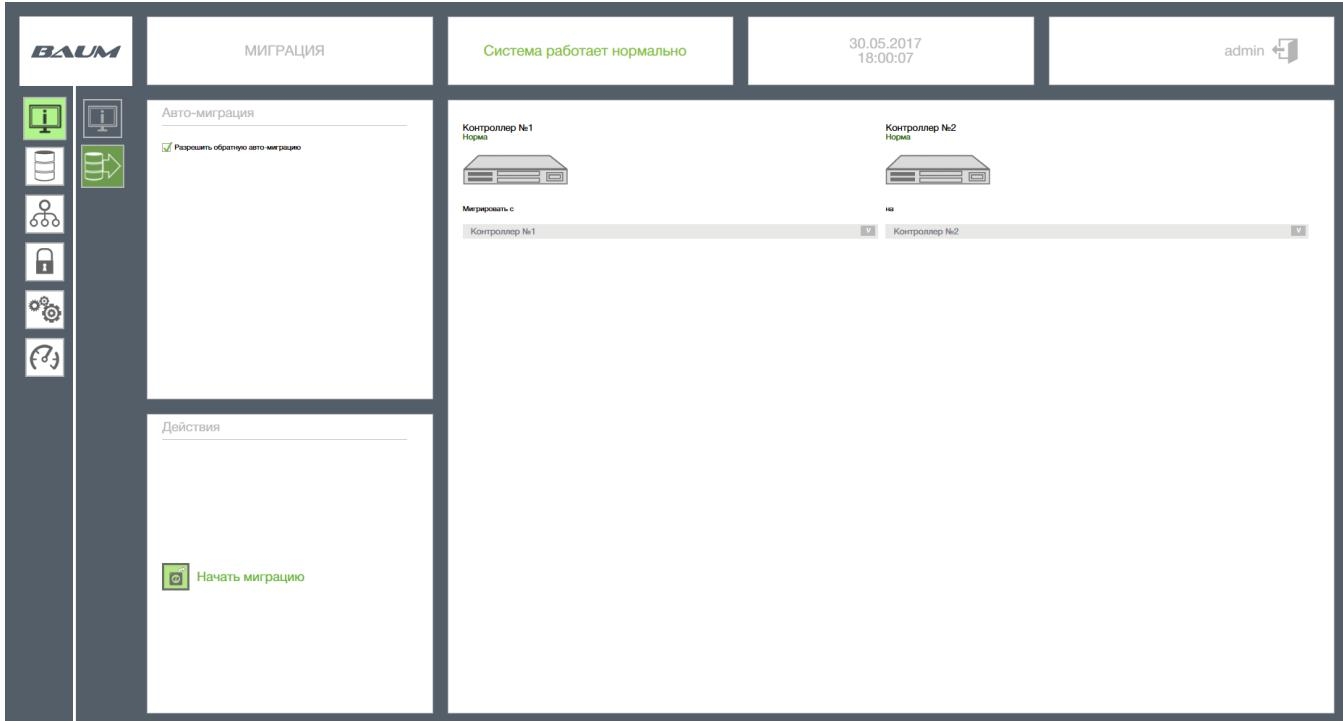

Рисунок 39 – Настройка миграции массива
- 4) Нажать на кнопку «Начать миграцию». При этом интерфейс блокируется на время выполнения операции (см. Рисунок 39).